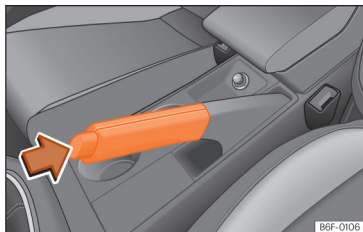

Fig. 117 Travão de mão entre os bancos dianteiros.
- Puxe a alavanca do travão de mão com força para cima »» Fig. 117
- Puxe a alavanca um pouco para cima, pressione o botão de desbloqueio no sentido da seta »» Fig. 117 e faça descer completamente a alavanca »» ⚠.